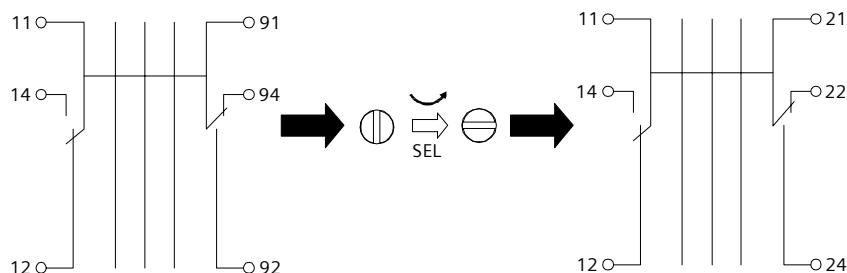

图6
3) 当旋转产品（附图6）旋扭时，用一字螺丝刀旋转旋扭旋到水平位置时，附件将失去报警功能，转换成两组辅助触头，一组为原辅助触头11、12，14，其中11、12为常闭，11、14为常开；另一组为21、22、24；其中21、22为常闭，21、24为常开。